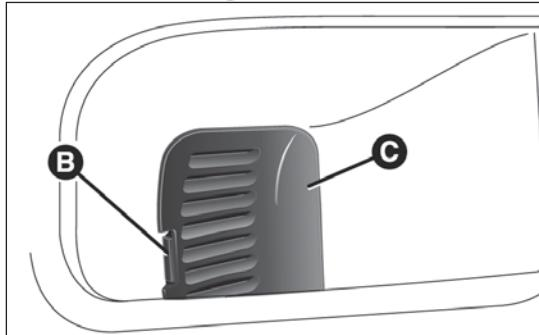

fig. 182
- agendo sulla linguetta B fig. 182 rimuovere il coperchio di protezione C (ubicato sulla parte laterale del bagagliaio);